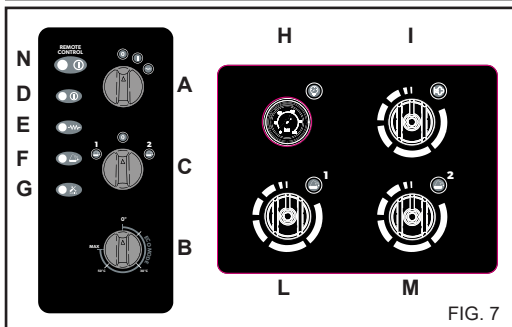

FIG. 7
- 2) Start højtryksrenseren, vælg rengøringsmidlet, som skal benyttes ("1" eller "2") (fig. 7), ved hjælp af vælgeren C). Åben hanen til det ønskede rengøringsmiddel L) rengøringsmiddel "1" eller M) rengøringsmiddel "2" (fig. 7) ved at dreje betjeningsknappen mod uret. Spred rengøringsmidlet ud over overfladen, som skal afvaskes ved at starte nedefra. Lad rengøringsmidlet virke et par minutter.
- 3) Indstil vælgeren for rengøringsmiddel C) (fig. 7) i pos. "0". Luk doseringshanerne ved at dreje betjeningsknapperne med uret.